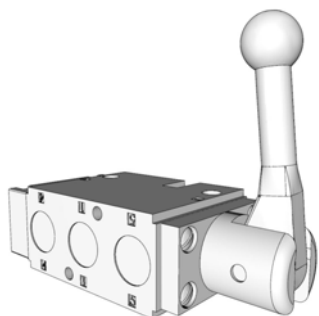

FIG. 15
- Нормальное положение: обеспечивает свободное вращение катушки (Fig. 15).